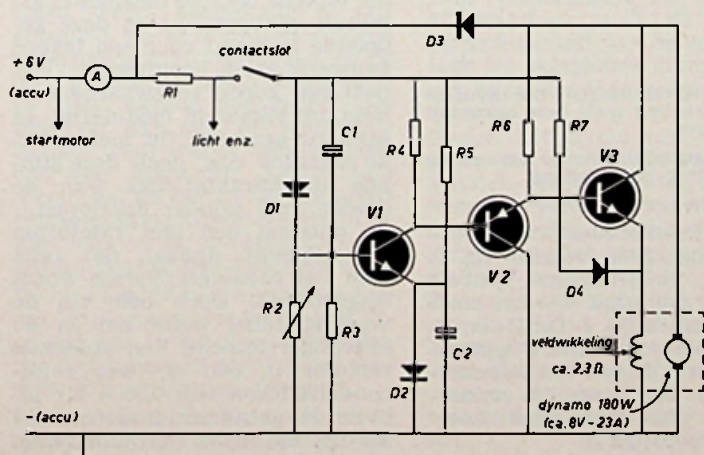

Fig. 1 - Schakeling spanningsregelaar.
- De dynamo wordt gelijkmatig belast (fig. 1).